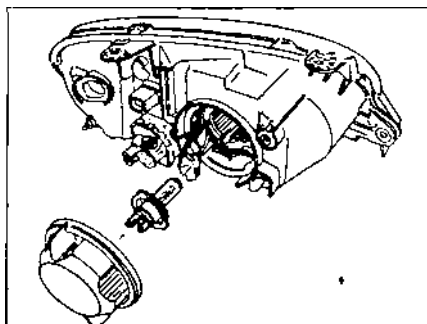

Рис. 9.27
- Снять блок-фару, а затем крышку фары (рис. 9.27).